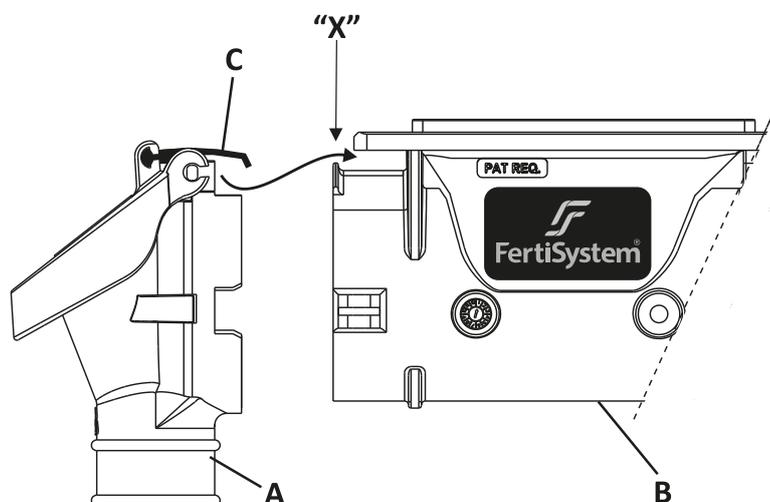

Fig. 08
Para realizar a montagem do Cj. Bocal NG (A) Fig 08, aproxime-o ao Corpo Principal NG (B), observando que a Vedação (C), fique sobreposta ao ponto "X" do Corpo Principal NG (B).